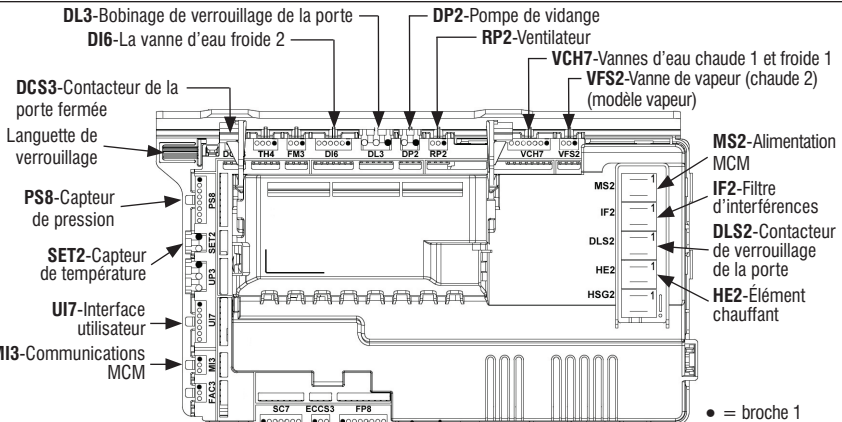

Figure 4 - Module de commande central (MCC)
4. Contrôler visuellement que toutes les connexions au MCC sont complètement insérées. Voir Figure 4, ci-dessous.
9. Avec un voltmètre réglé sur **CA**, vérifier la tension de ligne à l'entrée du MCC aux broches 1 et 2 du connecteur **IF2**. Voir Figure 4.
- 3.** Contrôler visuellement que tous les connecteurs du MCC sont complètement insérés dans le MCC. Voir Figure 4.
3. Contrôler visuellement que tous les connecteurs du MCC sont complètement insérés dans le MCC. Voir Figure 4.